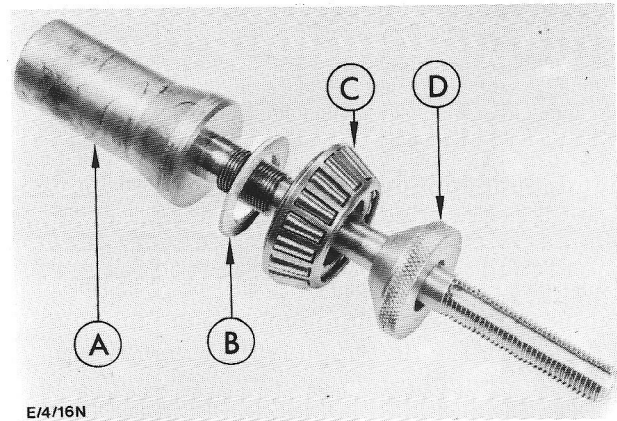

Fig. 44 A - Dummy-pignonas. C - Conisch rollager.
25. Verwijder de dummy-pignonas en de oude shim. Schuif het conische rollager en de gekozen shim op de dummy-pignonas, draai de conische moer vast en breng de dummy-pignonas aan (fig. 44).